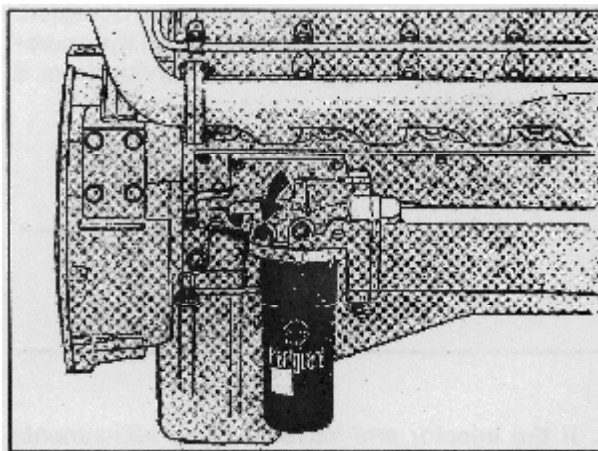
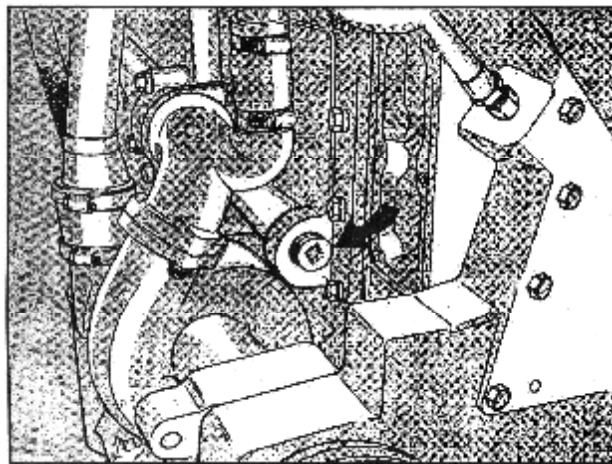

Рис. 1-2 (OM 1002 L) Точка заправки системы смазки. Двигатель VT-903.
Рис. 1-7 (OM1004L). Точка заправки системы
2. Удалите пробку перепускного канала смазочного масла на двигателе NH/NT-855, Рис. 1-1. Удалите пробку с головки корпуса масляного фильтра на V-образных двигателях, Рис. 1-2, 1-3, 1-4, 1-5, 1-6. На двигателях КТ/КТА19 удалите пробку с торца корпуса маслоохладителя, рис. 1-7.